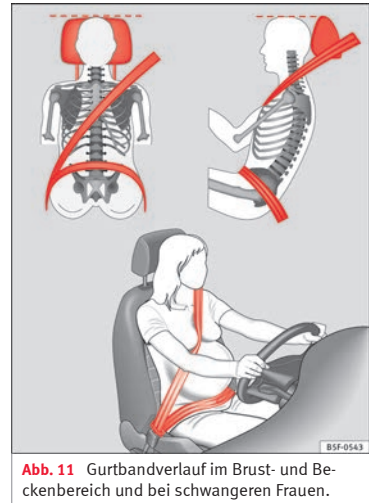

Abb. 11 Gurtbandverlauf im Brust- und Beckenbereich und bei schwangeren Frauen.
• Das Schultergurtteil des Sicherheitsgurtes muss über die Schultermitte und niemals über den Hals verlaufen. Der Sicherheitsgurt muss flach und fest am Oberkörper anliegen »» **Abb. 11.**
• Das Beckengurtteil des Sicherheitsgurtes muss vor dem Becken verlaufen und niemals über dem Bauch. Dabei muss der Gurt flach und fest am Becken anliegen »» **Abb. 11. Zie-**